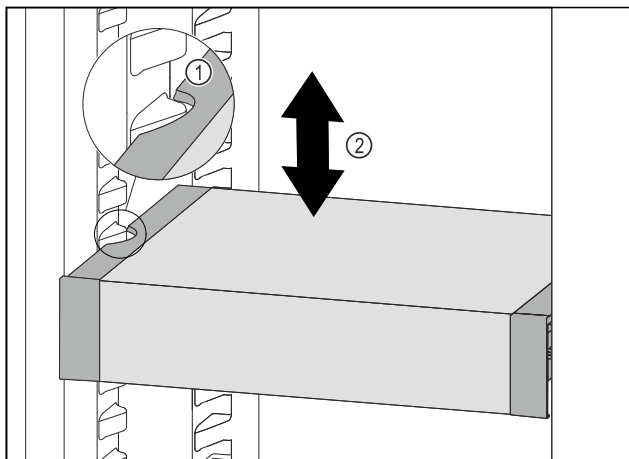

Fig. 51
- Тяните VarioSafe вперед, пока боковые выемки VarioSafe не окажутся на высоте выступа резервуара в холодильном отделении. Fig. 51 (1)
- Двигайте VarioSafe в холодильном отделении вверх или вниз, пока не будет достигнута требуемая высота. Fig. 51 (2)